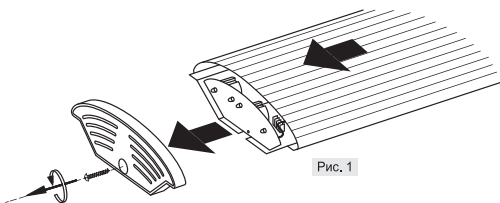

Рис. 1
- Снимите боковую крышку, открутив шуруп, снимите рассеиватель (Рис. 1).